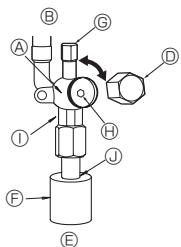

Fig. 4-5
(1) Lado del gas/líquido de ZM71 (Fig. 4-5)
- ① Abra la tapa y gire la varilla de válvula hacia la izquierda hasta su tope, utilizando una llave hexagonal de 4 mm. Deje de girar cuando llega al tope.